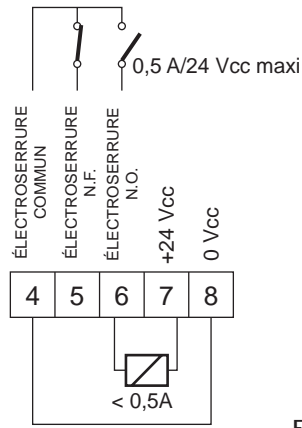

Fig. 16
6. Électroserrure - Contact N.O. (pouvoir de coupure 0,5 A/24 V) (fig. 16). En cas de coupure de courant, l'électroserrure est activée et peut donc garantir le blocage mécanique de la fermeture. Dans la fonction FONCTIONNEMENT NOCTURNE, l'électroserrure est activée même si elle n'est pas alimentée. Dans le cas de commande d'ouverture (commande de l'INTÉRIEUR ou OUV. D'URGENCE), l'alimentation en énergie